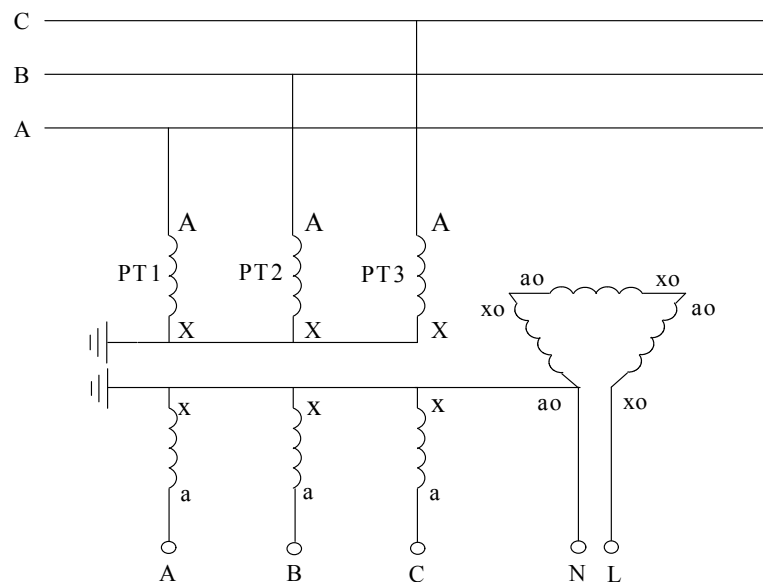
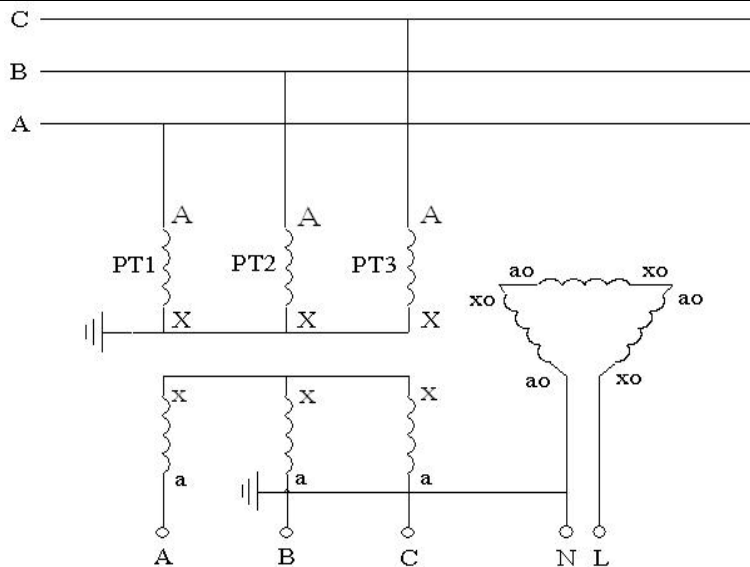

图 5 3PT 连接方式，N 接地
图 6 3PT 连接方式，B 相接地
这种连接方式分“N 接地”、“B 相接地”两种，分别如图 5 和图 6 所示。
图 5、图 6 所示的系统运行方式是从 PT 开口三角测量系统电容电流时所必须的运行方式。而对于一般的系统，并不都是处于这样的运行方式下，例如在系统中还接有消弧线圈、PT 高压侧中性点接有高阻消谐器、PT 开口三角接有二次消谐装置等。这时，为了使用测试仪进行容性电流的测量，必须将运行方式转换为图 5 或图 6 所示的运行方式。
(1) 检查测量用的 PT 高压侧中性点是否安装有高阻消谐器, 如有, 将其短接。从测量原理可知, 选用哪组 PT 进行测量, 我们就只考虑这组 PT 的接线情况。而无需关心系统内的其他 PT 的情况。如果系统中有些 PT 安装高阻消谐器, 有些没安装, 则完全可以从没有安装高阻消谐器的 PT 进行测量, 这样可以省去短接消谐器的工作。
(2) 检查消弧线圈是否全部退出运行。在有电气联系的被测电压等级系统中所有消弧线圈均要退出运行, 并非只退出该变电站的消弧线圈。同时只考虑被测电压等级的情况, 无需考虑其他电压等级的情况。例如, 被测变电站 A 为 10kV 系统, 并通过联络线与变电站 B 的 10kV 系统相连, 变电站 A 有 2 台消弧线圈, 变电站 B 有 1 台消弧线圈, 则测量时有电气联系的这 3 台消弧线圈均要退出运行; 而 35kV 系统有无消弧线圈则无需考虑。
(3) 退出 PT 开口三角的消谐装置。如果经过实测证明, 开口三角所接的某些厂家某些型号的二次消谐装置对测量结果没有影响, 则消谐装置可以不退出运行。一般对于微电脑控制的消谐器, 其只有在系统有谐振发生时才动作, 该类消谐器一般对测量无影响。
(4) 如果 PT 二次侧并列运行 (很少见), 则将其改为单独运行。
(5) 确保将测试仪的电流输出端正确接到图 6 的开口三角 N-L 上。一般在二次的端子编号为 N600 和 L630。为了确保连接正确, 可以按下列方法进行检查: 用万用表分别测量 PT 二次侧三相电压和开口三角电压; 将三相电压中的最大值减去最小值得到的差和开口三角电压比较, 如果两者差不多, 就说明找到的开口三角端是正确的; 如果两者差别很大, 则说明没有正确找到开口三角端。例如, 测量得到三相电压分别为 61V、60V、59.5V, 则正确的开口三角电压应为 1.5V 左右, 如果测量得到的开口三角电压仅为 0.2V, 说明所找的开口三角端不正确或 PT 开口三角连线已经断开 (在现场实测中发现有多个变电站的 PT 开口三角连线断开情况)。
(6) 选择正确的 PT 变比, 也就是选择正确的 PT 接线方式。电容电流测试仪是通过选择 PT 连接方式和设定系统额定高压来确定 PT 变比的, 这样对于试验人员会更方便、快捷。PT 一般是采用 100/3V 的二次绕组连接成开口三角, 但也有特殊的情况, 有些变电站的 PT 采用 100V 二次绕组组成开口三角。为了确保选择变比的正确, 可以通过测量组成开口三角的各绕组的电压来确定。
(7) 完成以上操作后, 就可以使用电容电流测试仪进行电容电流的准确测量。